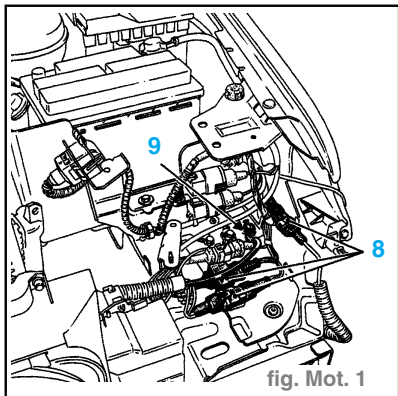

fig. Mot. 1
- les trois connecteurs (8) et le fil de masse (9), (fig. Mot. 1)